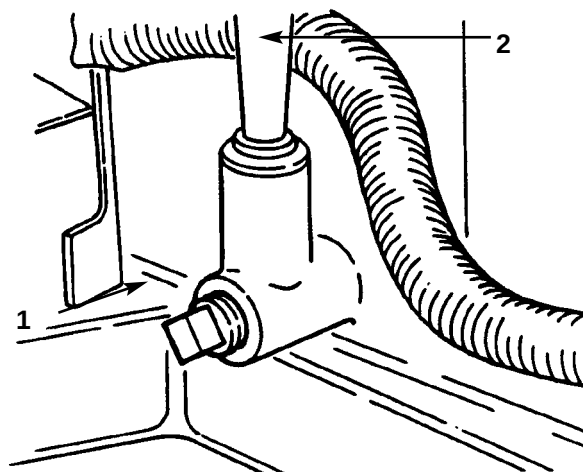

Fig. 33
4. Skru oliemålepinden ud og tør metalenden af (fig. 33).
4. Anbring en beholder under oliemålepinden/påfyldningsrøret og fjern aftapningsproppen (fig 33).
6. Hæld langsomt ca. 80% af den anførte mængde olie ned i påfyldningsrøret (fig. 33). Kontrollér så oliestanden; se *Kontrol af oliestand*, punkt 4–5.
5. Hæld langsomt ca. 80% af den anførte mængde olie ned i påfyldningsrøret (fig. 33). Kontrollér så oliestanden; se *Kontrol af oliestand*, punkt 4-5.